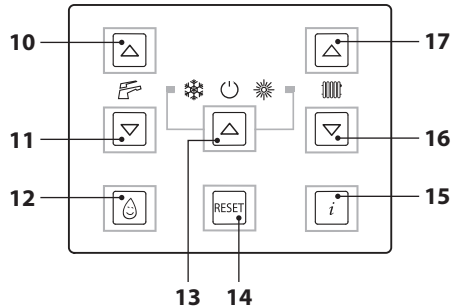

Рисунок 5.28
10 секунд кнопки 13-16-17 (Рисунок 5.28),
- Чтобы подтвердить внесенное значение, нажать кнопку 13 (Рисунок 5.28).
В любом случае, если комнатная температура слишком низкая или слишком высокая, можно увеличить или уменьшить температуру отопления на $\pm 15^\circ\text{C}$ при помощи кнопок 16 (уменьшение) и 17 (увеличение), см. Рисунок 5.28.